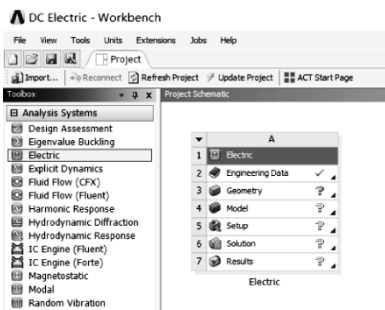

图 10-2 创建导电分析
(1) 在工具箱【Toolbox】的【Analysis Systems】中双击或拖动导电分析【Electric】到项目分析流程图，如图 10-2 所示。
(2) 在 Workbench 的工具栏中单击【Save】，保存项目实例名为 DC Electric. wbpj。工程实例文件保存在 D:\AWB\Chapter10 文件夹中。